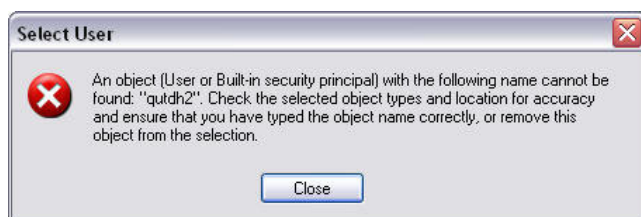

FIG. 61
- j. Si l'ordinateur ne peut pas trouver votre nom d'utilisateur, le message d'erreur illustré dans la FIG. 61 s'affiche. Vérifiez l'exactitude des types d'objet et les emplacements puis saisissez de nouveau votre nom d'utilisateur. Si le message d'erreur s'affiche toujours, contactez le responsable IT pour obtenir de l'aide.